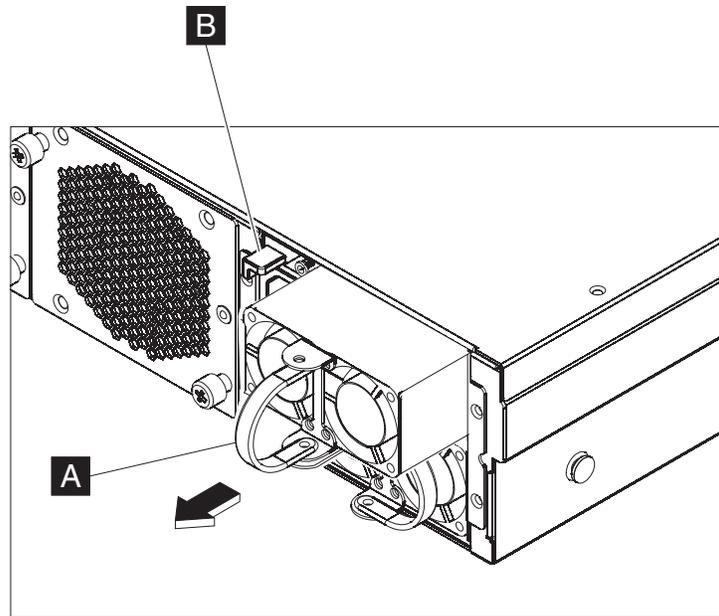

Figure 16. Retrait d'un module d'alimentation électrique
- a. Saisissez fermement la poignée **A** du module défectueux tout en poussant le loquet de déverrouillage **B** vers la poignée et maintenez le loquet de déverrouillage dans cette position, comme indiqué figure 16, à la page 49.